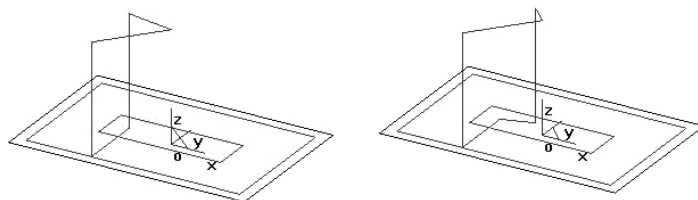

图 7-29 设定返回点效果图
- **【设定返回点】**：设定退刀时返回点的 XY 坐标。也可以单击“拾取”按钮直接从屏幕上拾取。如图 7-29 所示为设定返回点效果图。